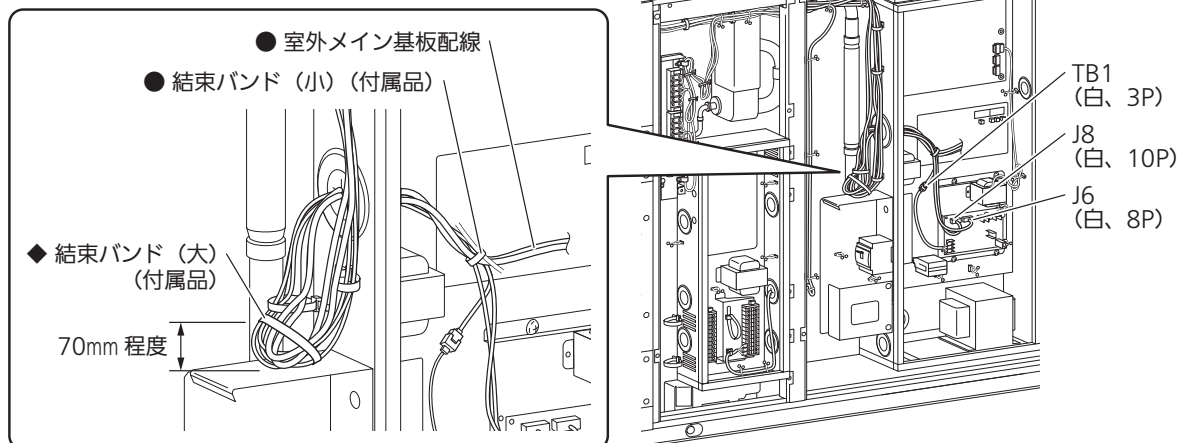

図 13
- ⑪ 組立基板の J8 (白、10P)、J6 (白、8P) および中継線 TB1 (白、3P) に接続してください。(図 13)
- ⑫ GHP 電装ボックスに引き込んだ配線長さを調節し、室外メイン基板配線 (2 ページ U 形ガスヒートポンプチラー (一体型) 背面詳細図参照) の束に結束バンド (小: 1 本、付属品) で結束してください。(図 13 ●部)
- ⑬ GHP 電装ボックス左側面側の配線をまとめ、配線折り返し部の 70mm 程度上側に結束バンド (大: 1 本、付属品) で結束してください。(図 13 ◆部)